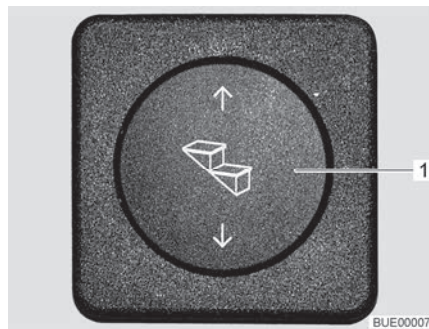

Bild 1 Reglage fotsteg
- Köra ut:** ■ Tryck nedtill på vippkontakten (Bild 1,1) tills fotsteget har körts ut helt.
- Köra in:** ■ Tryck upptill på vippkontakten (Bild 1,1) tills fotsteget har körts in helt.